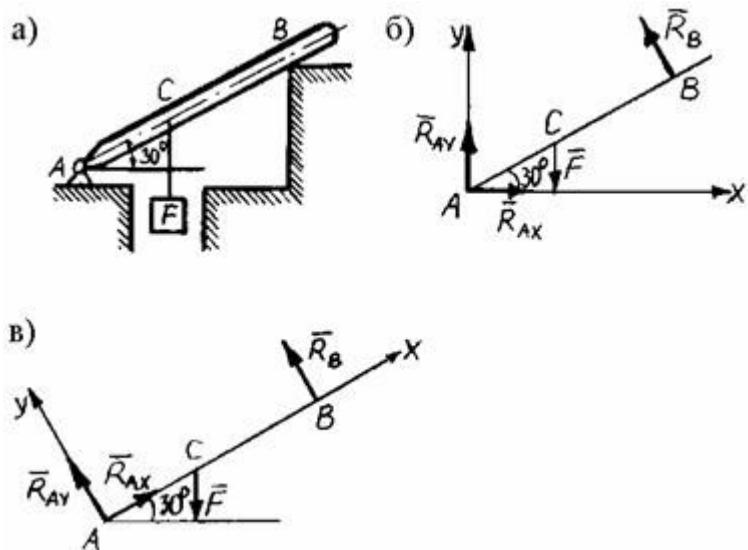

Рис.1
Из рис. 1, б видно, что $BE = 1 \cdot \sin 30^\circ = 0,5 \text{ м}$, тогда
Пример 3. Брус (рис. 1, а) шарнирно закреплен в точке A , а в точке B опирается на выступ стенки, образуя с горизонтальной плоскостью угол 30° . В точке C на расстоянии $AC = 1 \text{ м}$ брус нагружен перпендикулярной к нему силой $F = 800 \text{ Н}$. Определить реакцию шарнира A и выступа, если $AB = 2,4 \text{ м}$.
1. Изобразим заданный груз вместе с нагрузками на рисунке, соблюдая при этом угол наклона бруса и масштаб для размеров по его длине (рис. 1, б).
2. Освободим брус от связей (в точках A и B), заменив эти связи их реакциями. Нужно помнить, что при свободном опирании тела о связь реакция связи направлена от связи к телу перпендикулярно либо поверхности тела, либо поверхности связи. В данном случае конец бруса B опирается на выступ стены, значит, реакция выступа направлена перпендикулярно брусу (рис. 1, б и 1, в). Направление реакции неподвижного шарнира A , как правило, заранее неизвестно, и поэтому эту реакцию заменяют ее составляющими, направленными вдоль выбранных координатных осей X и Y . Приняв за начало координат точку A , можно придать осям обычное горизонтально-вертикальное положение (рис. 1, б), тогда реакция R_A шарнира A заменяется составляющими R_{AX} и R_{AY} . Но можно выбрать иное направление осей, например: ось X совместить с бруском AB , а ось Y направить перпендикулярно брусу (рис. 1, в), тогда реакция шарнира A заменяется составляющими R'_{AX} и R'_{AY} .
3. Для получившейся расчетной схемы действия на брус плоской системы четырех сил составим три уравнения равновесия. Если задача решается по схеме на рис. 1, б, то целесообразно составить уравнения:
Если задача решается по схеме на рис. 1, в, то целесообразно составить уравнения: